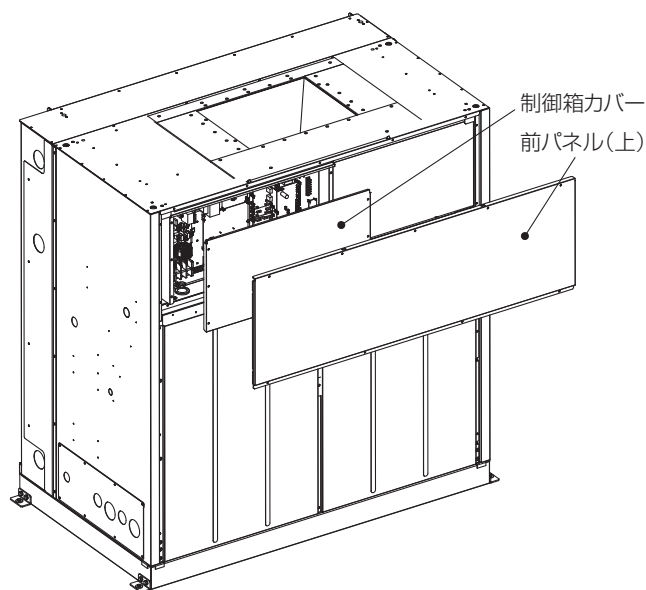

図 6
- 1) 製品本体の前パネル（上）を取外し、制御箱カバーを取外してください。・・・図 6